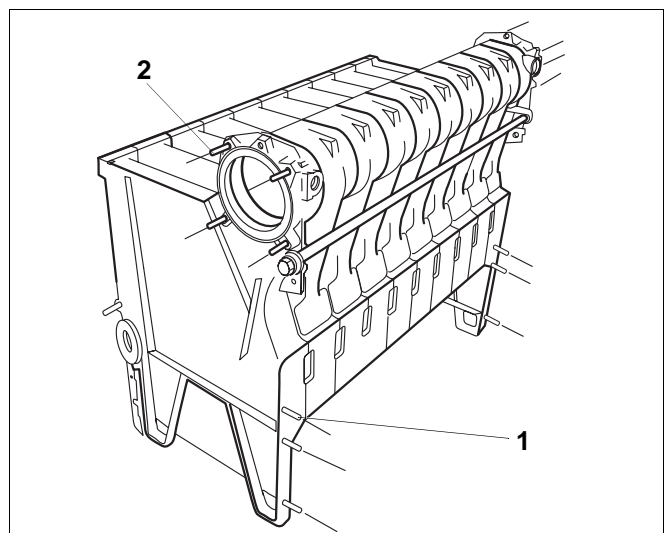

Fig. 20 Serrer les goujons
- Visser chaque fois quatre goujons à l'avant et à l'arrière du moyeu supérieur, voir fig. 20.
- Serrer les goujons à gauche et à droite sur la face avant des éléments d'extrémité (3 pièces à chaque fois, M8) (fig. 20, **pos. 1**).